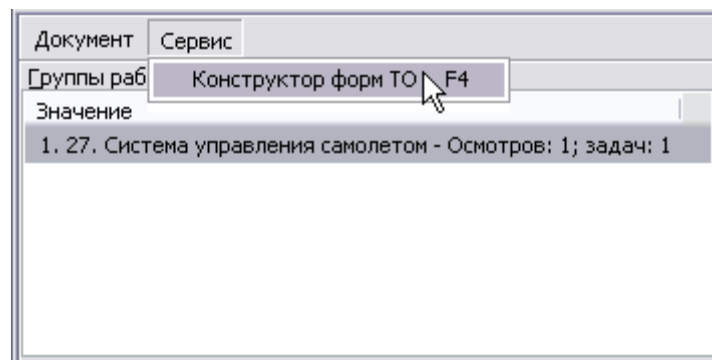
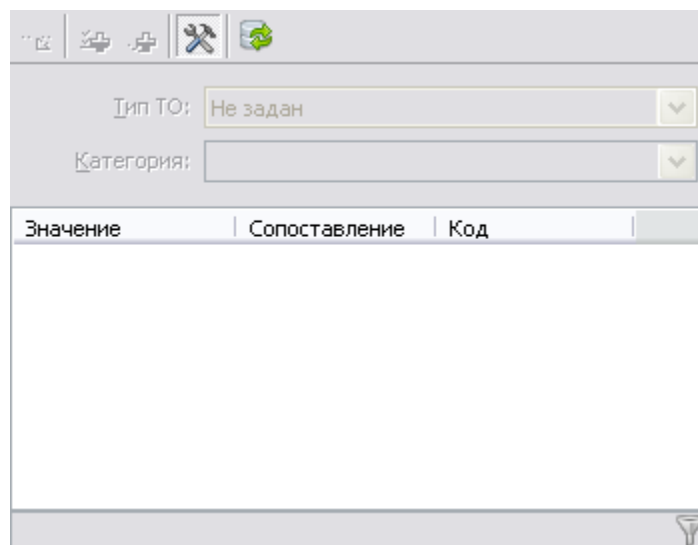

Рис. 9.98
Рис. 9.99
Возможно создание форм ТО на основе перечней работ ТО, имеющих в проекте. Для запуска конструктора форм ТО в меню **Сервис** выберите пункт **Конструктор форм ТО** (Рис. 9.98). После этого появится окно конструктора форм ТО (Рис. 9.99).
- Если это проект, то выбирается опция **Выбранную секцию**. В соответствующем поле будет видно название текущего проекта (Рис. 9.99).